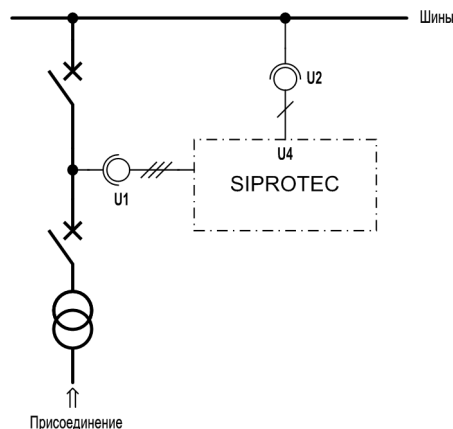

Рисунок 3-36 Измеряемые для контроля синхронизма напряжения
- Далее при разомкнутом разъединителе линии включается выключатель (смотри рисунок 3-36). При этом оба ТН измеряют одно и то же напряжение.